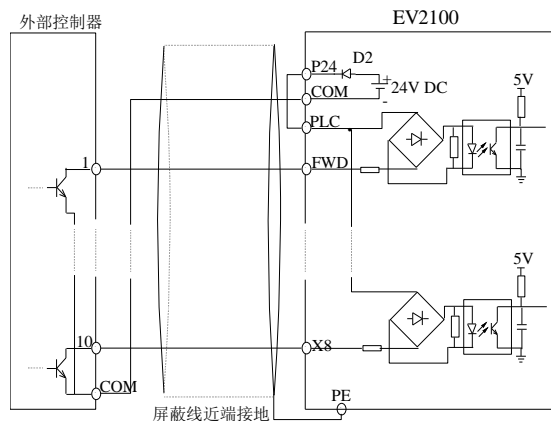

图3-23 使用变频器内部+24V电源的源极连接方式
②使用外部电源,接线方式见图3-23。(注意去除PLC与P24端子间的连接线)
①使用变频器内部+24V电源,外部控制器为NPN型的共发射极输出的连接方式,如图3-23所示。